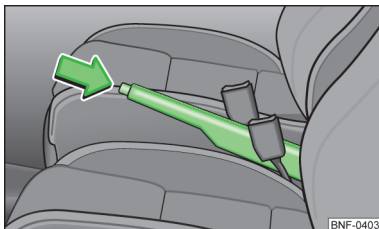

Fig. 79
- Trageți puțin n sus maneta frnei de mnă și apăsați **simultan** butonul de blocare » fig. 79.